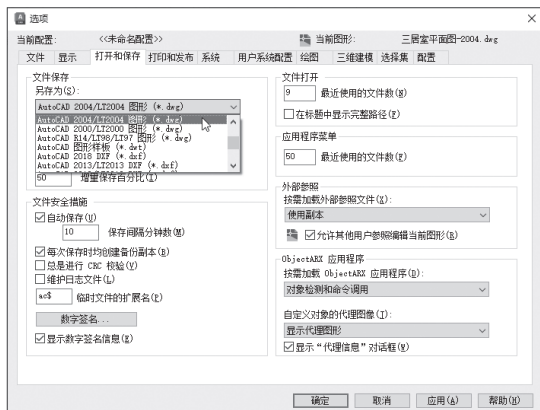

图 1-22
**步骤 04** 若想将默认的保存格式设为低版本格式，可打开“选项”对话框，在“打开和保存”选项卡的“文件保存”选项组中打开“另存为”下拉列表，选择所需的低版本类型，单击“确定”按钮即可，如图1-22所示。